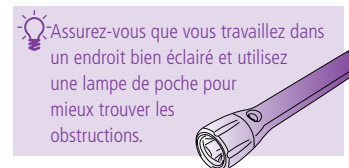

Fig. 29
- Détachez le tuyau extensible de l'arrière du chariot amovible en pressant ensemble les languettes et en tirant vers le haut. (Fig. 29) Raidissez le tuyau et regardez à l'intérieur pour voir s'il s'y trouve des obstructions.